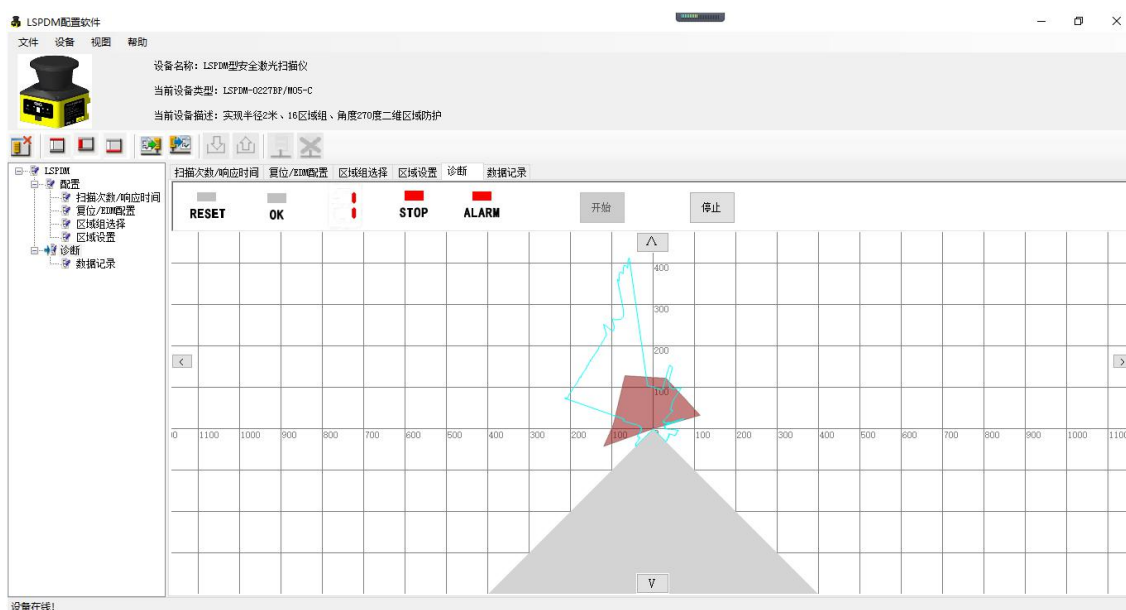

图 3.4.3 边界数据及环境轮廓数据
(4) 扫描仪内部配置信息读取完毕后，诊断选项卡设定区域显示当前防护区域的边界轮廓、指示灯窗口状态信息，并实时更新周围环境轮廓，如图 3.4.3 所示。